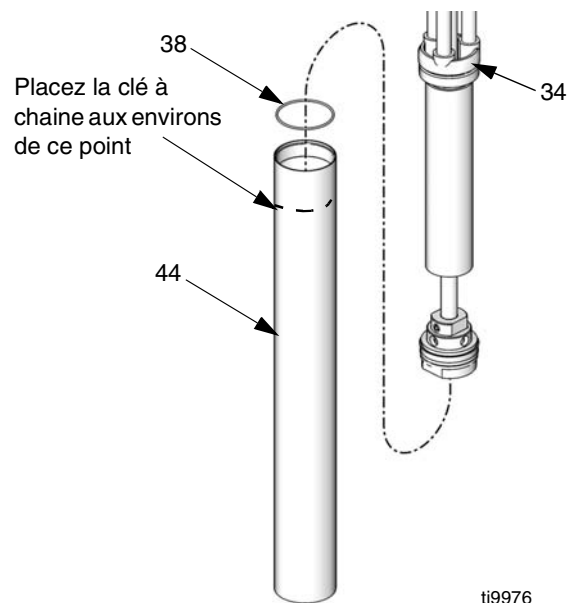

FIG. 19
5. Dévissez maintenant complètement le tube (44) du corps de pompe (34). Voir FIG. 19.
6. Contrôlez l'état du joint torique (38) sur le corps de pompe et le tube. Voir FIG. 19.